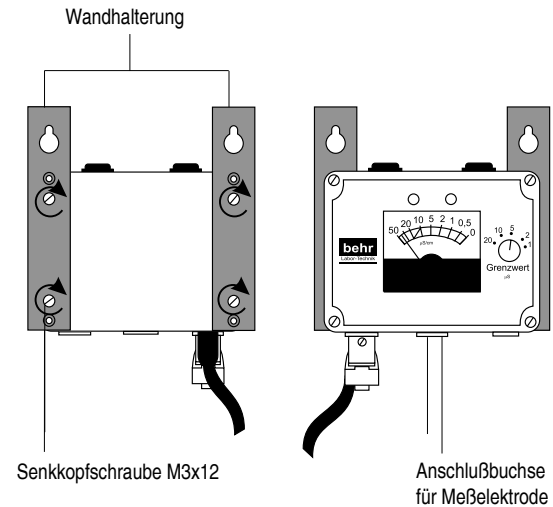

Bild 3: Wandmontage Leitwertmeßgerät mit Grenzwertabschaltung
1. Wandhalterungen mit je 2 Stück Senkkopfschrauben M3x12 an der Gehäuserückseite des Leitwertmeßgerätes befestigen (Bild 3).
7. Kabel von MeBelektrode an entsprechender Anschlußbuchse (Bild 3) am Leitwertmeßgerät anschließen.